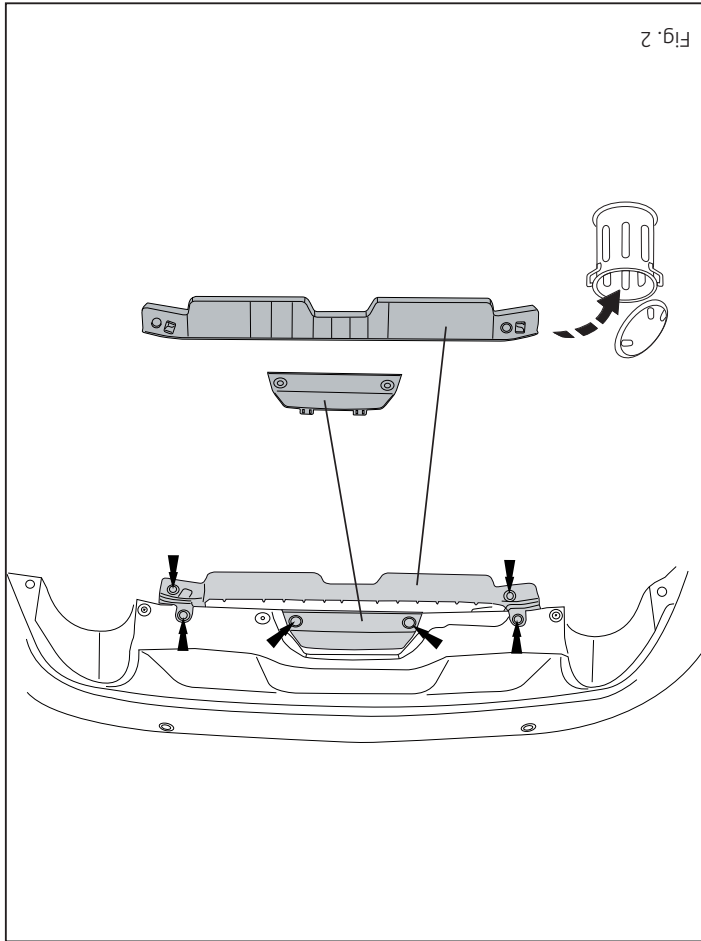

Fig. 2
6. Remove the parts indicated. See figure 2.
Remove the parts indicated. See figure 2.
6. Den angegebenen Teils abmontieren. Siehe Abbildung 2.
6. Démontez la partie indiquée. Voir la figure 2.